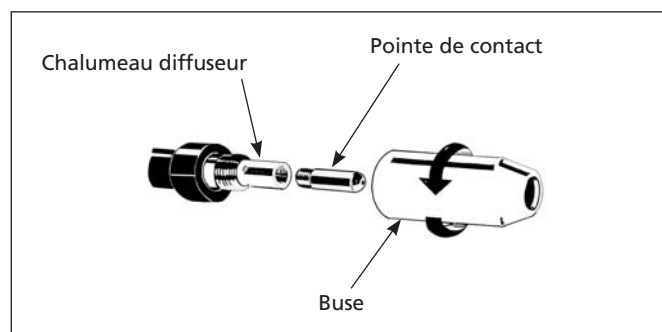

Figure 3 - Buse du chalumeau
- b. Le fil s'agence à la pointe de contact sur l'extrémité du chalumeau (voir figure 3).
7. Dévisser l'embout et la pointe de contact de l'extrémité du chalumeau de soudure (voir figure 3). Brancher le soudeur dans une bonne prise d'alimentation de courant.
9. Glisser avec soin la pointe de contact sur le fil, visser la pointe dans le chalumeau et réinstaller l'embout (voir figure 3). Couper le fil à environ 6,4 mm (1/4 po) de l'extrémité de la buse.